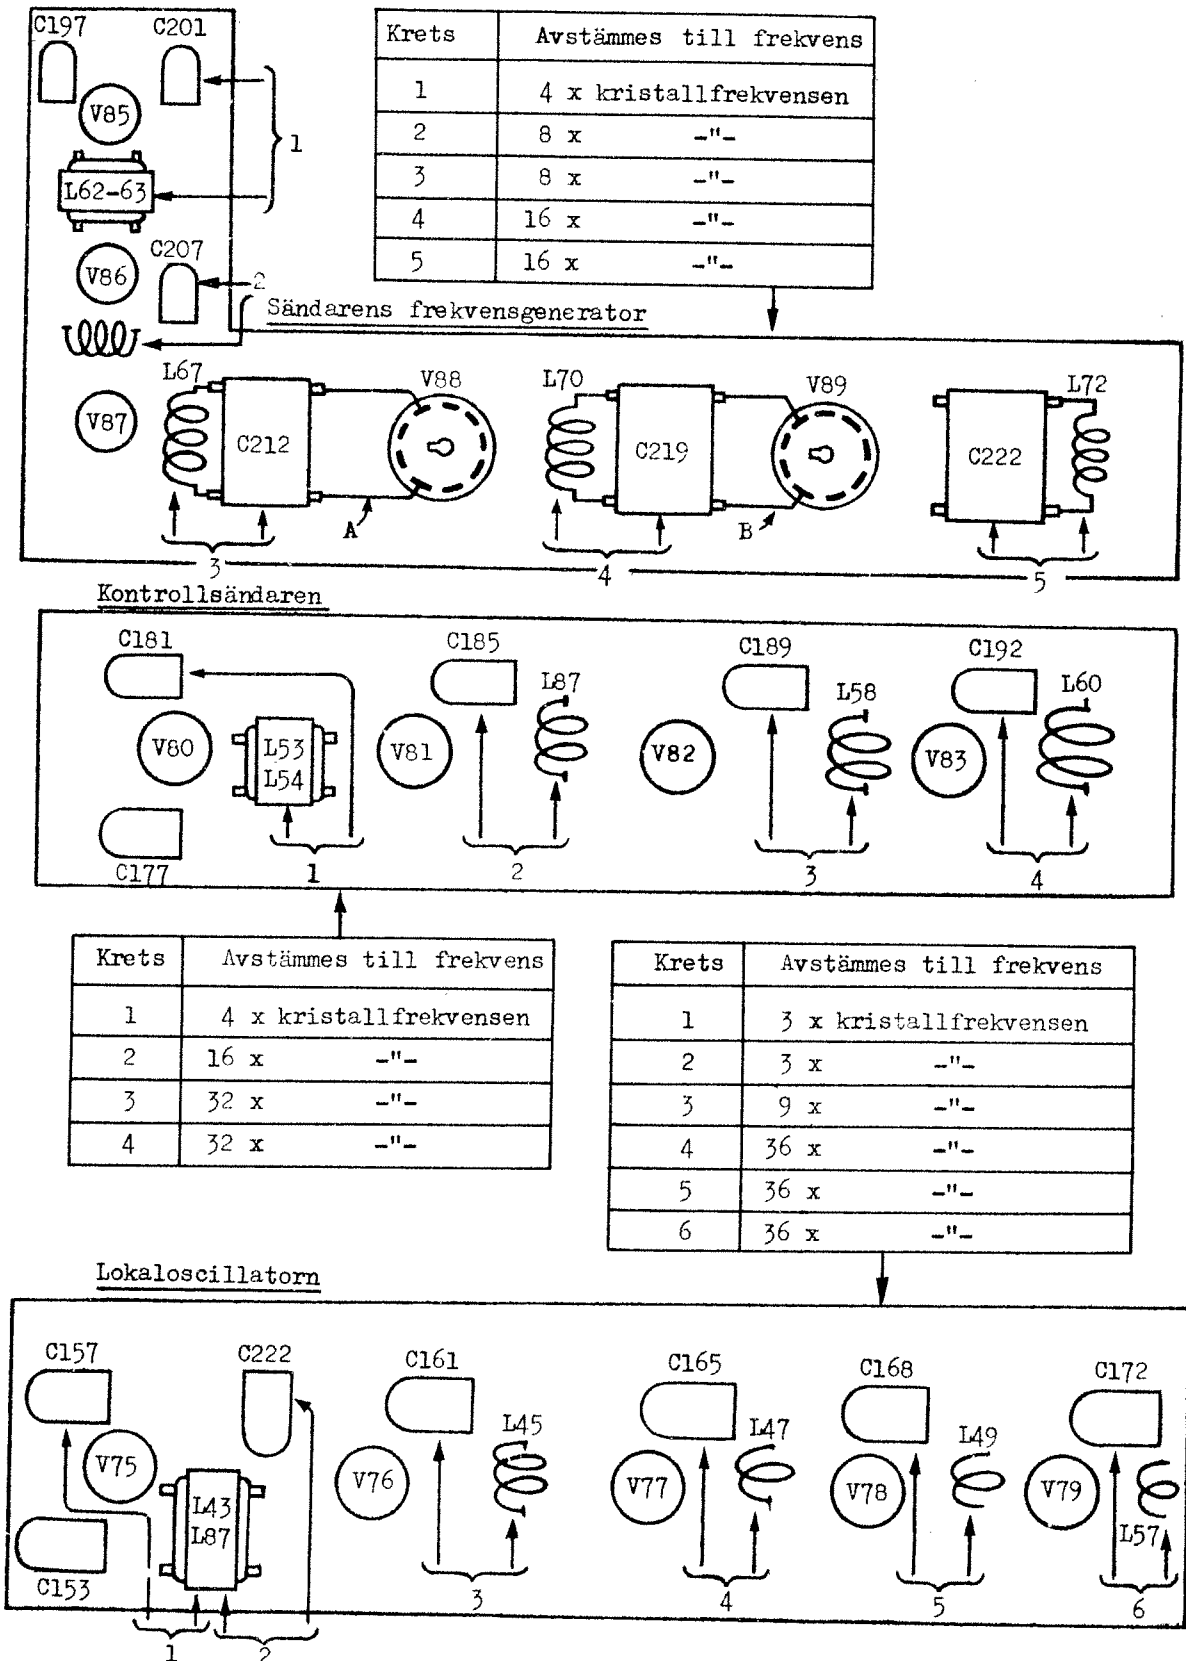
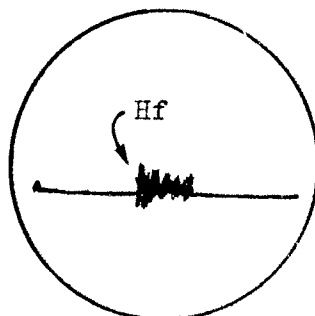

Fig 4.
Fig 9.
- ANM. Om kontroll-sändarpulsen ej blir synlig enl pos 5 förfars enl pos 8-12.
8. Ställ in kontrollsändarens och lokaloscillatorns avstämbara kretsar med hjälp av Grid-Dip meter till sina resp frekvenser enl fig 4.
ANM. Om kretsarna är så oavstämde att trimning enl pos 15 - 16 ej går att utföra, trimmas kretsarna till sina resp frekvenser med hjälp av Grid-Dip meter enl fig 4.
17. Anslut provsladden till p A fig 4 och trimma C 212 tills Hf uppträder enl fig 9.
18. Anslut provsladden till p B, fig 4 och trimma C 219 tills Hf uppträder enl fig 9. Eftertrimma C 212. Trimma C 201 och C 207.